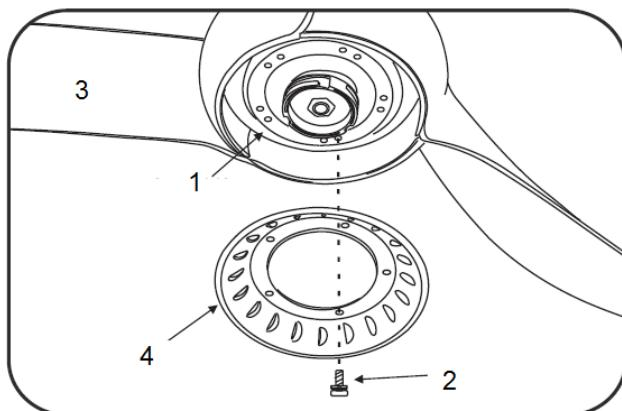

Fig. 8
- Allineare i fori sul volano (4) ed il motore del ventilatore (1), ed assicure con le viti del volano (5) incluse. (Fig 8)